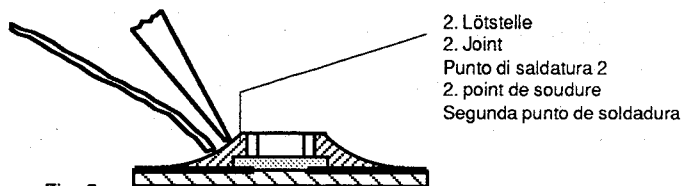

Fig. 5
5. Schritt: Freie Seite löten. Nach dem Erkalten die erste Lötstelle nochmals nachlöten (Fig. 5).
5. step: Solder the free end of the CHIP and resolder the first soldering point after it has cooled (Fig. 5).
5. Effectuer la même opération pour l'autre coté. Terminer la première soudure (Fig. 5).
5. Saldare la superfici di contatto libera e, dopo che questa si è raffreddata, saldare nuovamente la superfici opposta (Fig. 5).
- Quinto paso: Soldar la parte libre y, después enfriarse, soldar también la parte opuesta (Fig. 5).